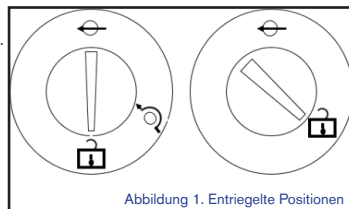

Abbildung 1. Entriegelte Positionen
Schritt 1: Drehen Sie den Sperrschalter in die entspernte Position (siehe Abbildung 1).